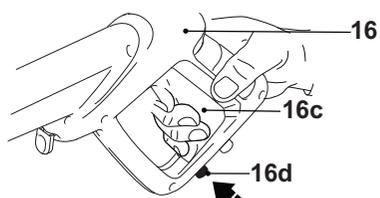

Fig. 32
5. Verrouillez la gâchette (16c) en appuyant sur le bouton d'activation (16d) (Fig. 32).